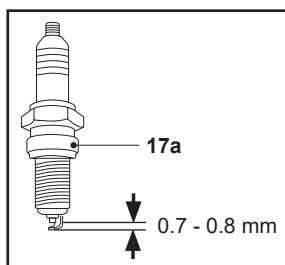

Fig. 27
6. Vérifier l'écartement de la bougie d'allumage. Il doit être compris entre 0,7 et 0,8 mm (Fig. 27).